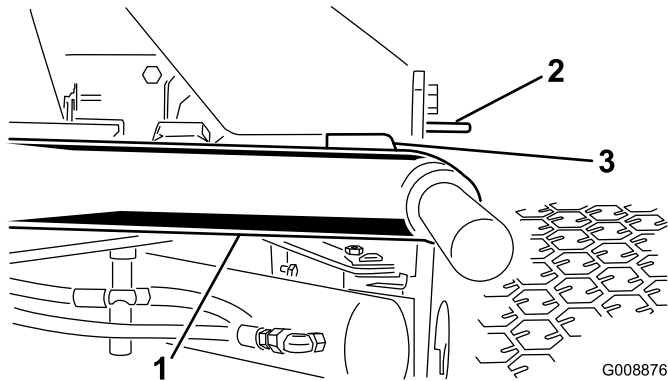

Figura 8
1. Arranque el motor, eleve las unidades de corte y compruebe que la holgura entre cada brazo de elevación y el soporte de la chapa de suelo es de 5 a 8 mm (Figura 8).